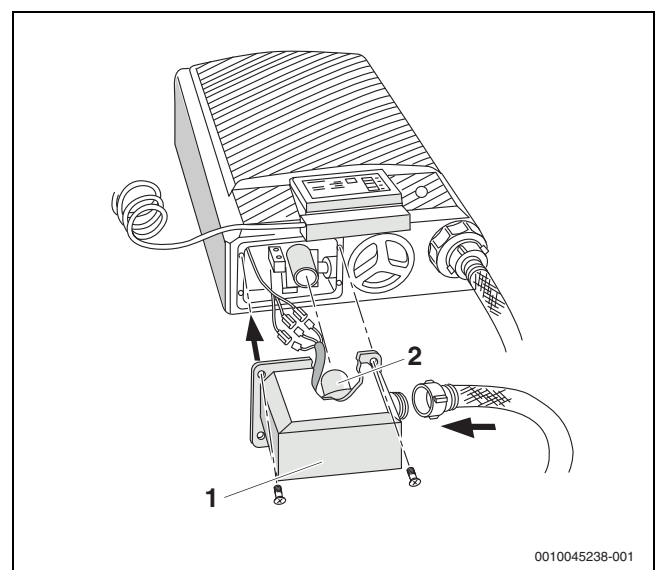

Bild 12 Druckerhöhungsmodul einbauen
- ▶ Kabel vom Pumpengehäuse mit Kabel vom Druckerhöhungsmodul durch Stecker verbinden (→ Bild 12).
- ▶ Druckerhöhungsmodul (→ Bild 12, [1]) so ansetzen, dass sich der eingelegte O-Ring (→ Bild 12, [2]) im Stutzen des Druckerhöhungsmoduls über den Stutzen im Pumpengehäuse schiebt.
- ▶ Bohrungen im Befestigungsflansch und am Pumpengehäuse deckungsgleich ausrichten und Druckerhöhungsmodul (→ Bild 12, [1]) mit 4 Schrauben am Pumpengehäuse anschrauben.